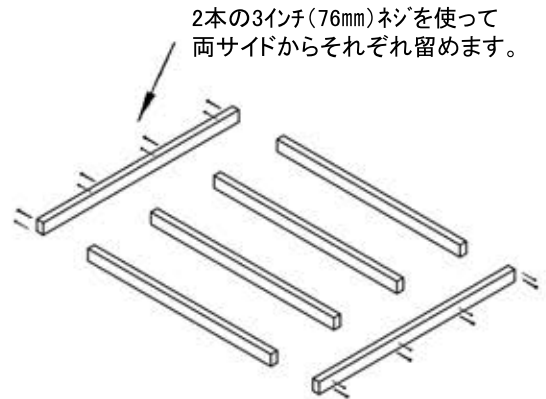

FIG. P9-2
- ・ 1ヶ所につき2本の3インチ (76mm) ネジを使って留めます。図P9-2参照